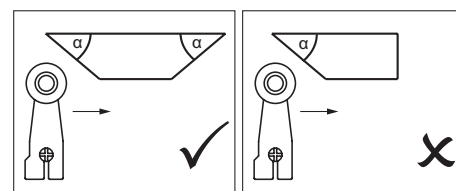

Fig. 1: Forma della camma
▶ Per evitare che l'elemento di azionamento rimbalzi, la camma deve terminare la corsa gradualmente (vedere Fig. 1).